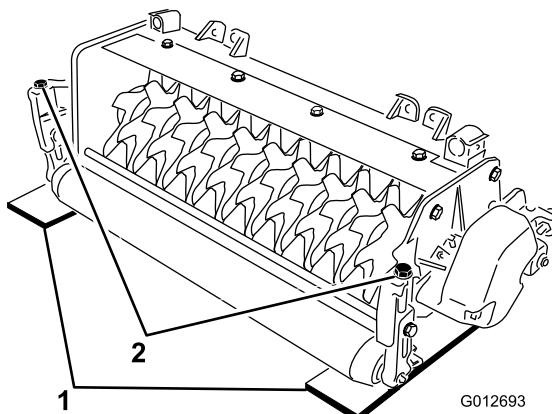

Figura 4
posteriore del verticutter (su entrambi i lati del cilindro) (Figura 4).
3. Girate ogni bullone di regolazione sulla staffa dell'altezza di taglio (Figura 4) fino a quando le lame del cilindro non toccano il suolo a entrambe le estremità.